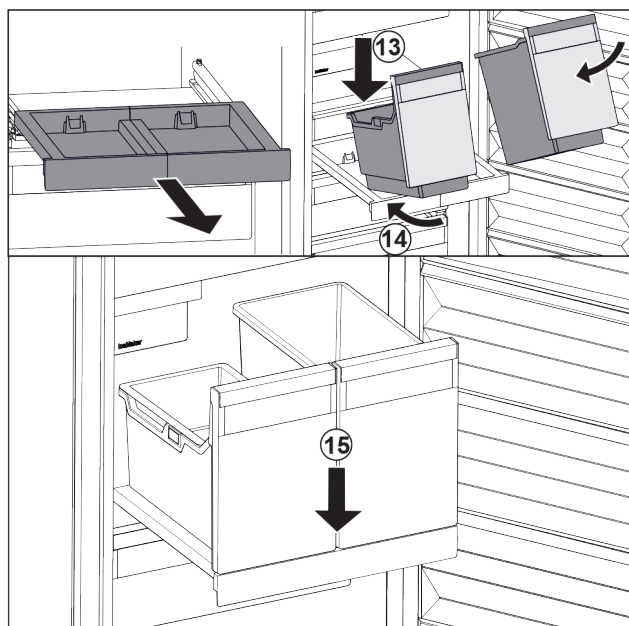

Fig. 100
- Nasadte nádobu šikmo na vysouvací desku. Fig. 100 (13)
- Zasuňte nádobu šikmo dozadu. Fig. 100 (14)
- Usadte vpředu nádobu. Fig. 100 (15)